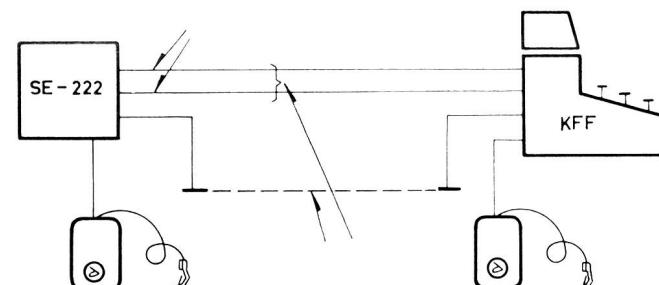

Fig. 24
**4.4. La commande à distance.** Pour la commande à distance le commutateur de commande à distance de l'émetteur-récepteur se trouve en position «A distance et KFF». La station de commande à distance peut travailler sur l'émetteur-récepteur soit en service A3a soit en service télécriteur F1. Elle est reliée à l'émetteur-récepteur par une ligne à 2 conducteurs et par la ligne de terre (voir fig. 24).